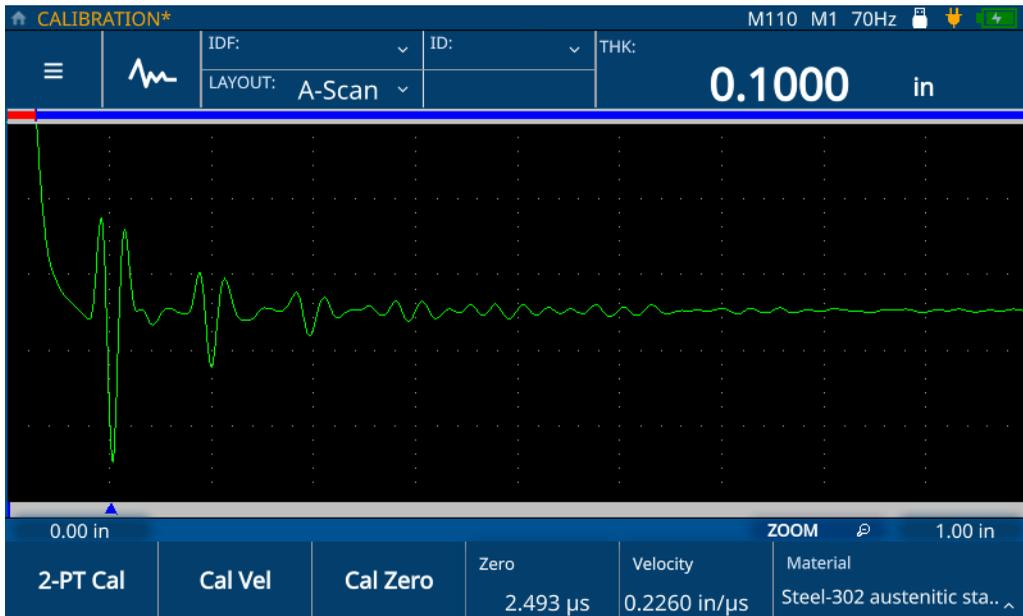

Abbildung 5-7 Beenden der Nullpunktjustierung
6. Wählen Sie das **Häkchen**-Symbol, um den Wert zu speichern und die Justierung abzuschließen (siehe Abbildung 5-7 auf Seite 52).